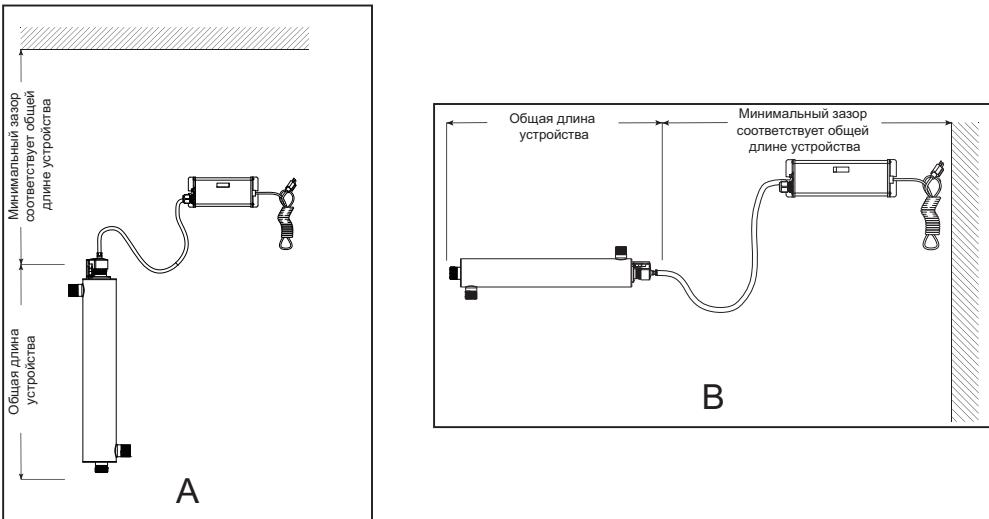

Рисунок 4 Установка системы дезинфекции — вертикальное и горизонтальное положение
2. Выберите подходящее место для установки системы дезинфекции и соответствующих компонентов. Поскольку рекомендуется установка GFCI, следует рассмотреть такую возможность до начала установки. Систему можно установить в вертикальном положении (входным портом вниз), как показано на Рисунок 4 А, или в горизонтальном положении, как показано на Рисунок 4 В. Однако наиболее предпочтительна установка в вертикальном положении. При выборе местоположения для установки оставьте достаточно места для снятия УФ-лампы и/или кварцевой трубы (как правило, оставляют достаточно места для самой камеры).